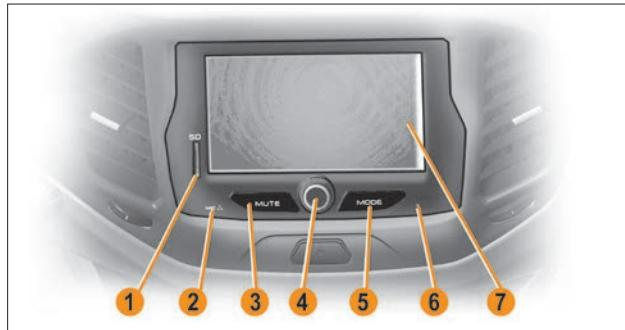

Рис. 7. Внешний вид MMC с навигационной системой
2.1.1 Включение MMC с навигационной системой осуществляется кратковременным нажатием (1-2 сек.) на ручку энкодера **4** (рис. 7).
2.1.3 Для выключения MMC с навигационной системой кратковременно нажмите ручку энкодера **4** (рис. 7).
2.1.4 Для перезагрузки MMC с навигационной системой тупым тонким стержнем нажмите и удерживайте в течение 2–3 сек. кнопку **Reset 6** (рис. 7). После перезагрузки MMC с навигационной системой переходит в режим «Радио» с прослушиванием первой сохраненной радиостанции.
Для выключения звука нажмите кнопку **MUTE** (кнопка **3**, рис. 7). Для включения звука нажмите повторно.
Кнопка **MODE** (кнопка 5, рис. 7) служит для переключения режимов работы MMC без навигационной системы, при этом будут отображаться только активные режимы. Например, если вставлена SD-карта и на ней есть только видеозаписи, то, используя кнопку **MODE**, можно попасть в окно «**Видео**», но нельзя попасть в окно «**Аудио**» и «**Фотографии**».
Регулировка громкости осуществляется вращением ручки энкодера 4 (рис. 7) вправо или влево.